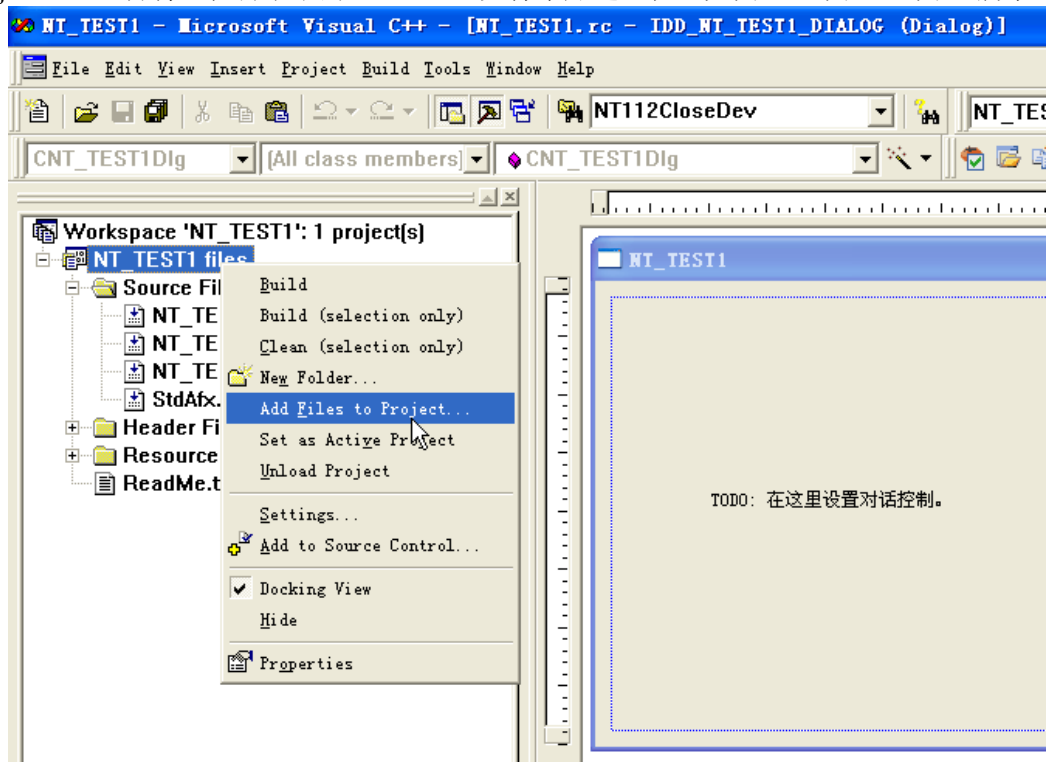
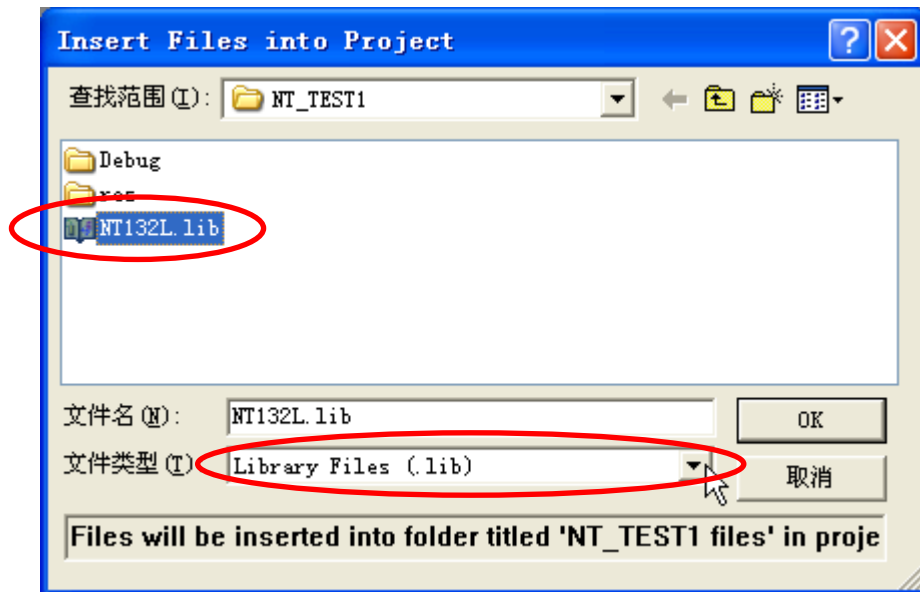
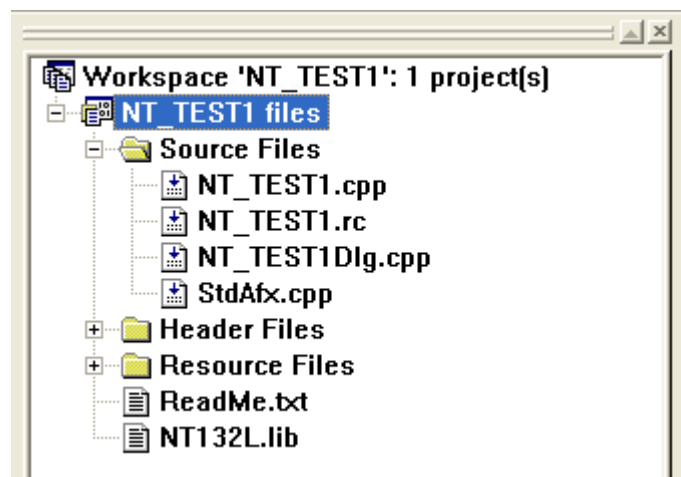

图 5.5 选择 Add Files to Project 子菜单
图 5.6 选择工程目录下的 NT132L.LIB 文件
图 5.7 添加 NT132L.LIB 文件后的 FileView 页面
(3) 在FileView页面中右击“NT_TEST1 files”，在弹出的浮动菜单中选中“Add Files to Project...”，再将工程目录下的NT132L.lib文件添加进工程，如图5.5、图5.6、图5.7所示。